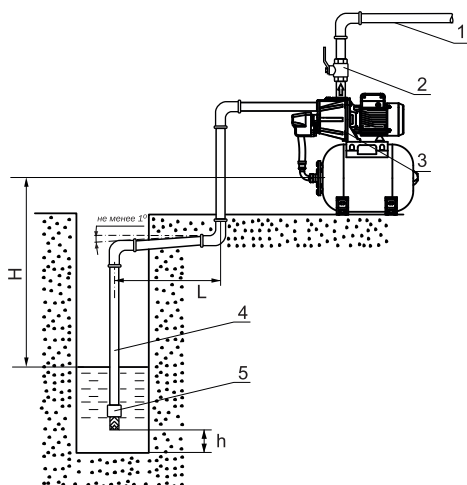

Рис.4. Подача воды из колодца
8.2. Насосную станцию следует устанавливать непосредственно около источника водозабора (см. Рис.4;5). При монтаже старайтесь минимизировать количество резких сужений, расширений и поворотов всасывающей магистрали.
8.8. Для насосной станции рекомендуется в напорной магистрали (1) на выходном патрубке установить вентиль (2) (Рис.4;5). Он пригодится при регулировке реле давления, позволяя не отходя от насосной станции перекрывать и открывать напорную магистраль. Кроме того, при демонтаже насосной станции этот кран будет препятствовать вытеканию воды из напорной магистрали.